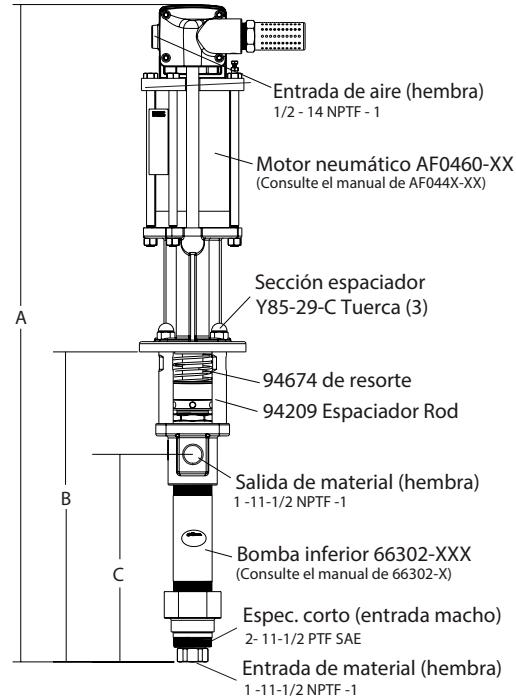

Figura 1
2. Extraiga las tres tuercas (Y85-29-C) de las tres varillas del espaciador (ver figura 1).